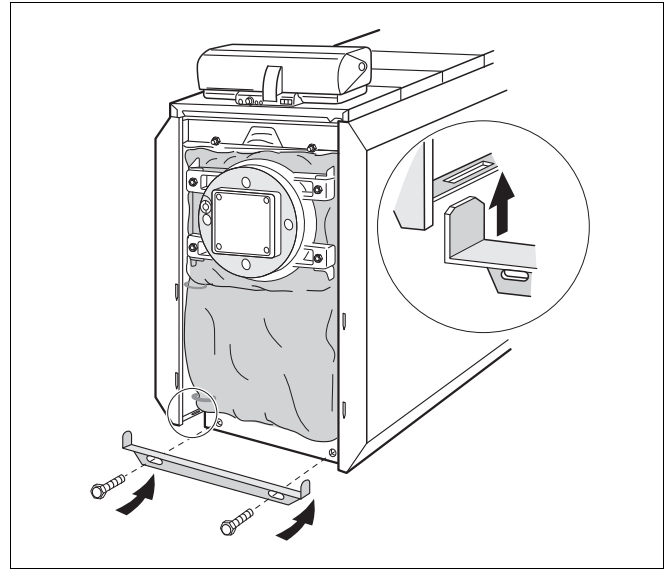

Рис. 23 Крепление нижней траверсы
- Вставьте планки нижней траверсы снизу слева и справа в прорези в боковых стенках и закрепите траверсу двумя саморезами к передней стенке корпуса котла (рис. 23).